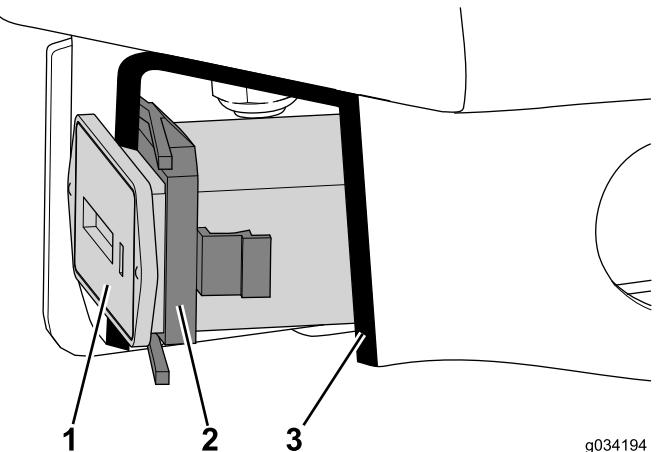

Bild 26
1. Drücken Sie den Betriebsstundenzähler in den Ausschnitt und befestigen ihn mit dem Halter (Bild 26).